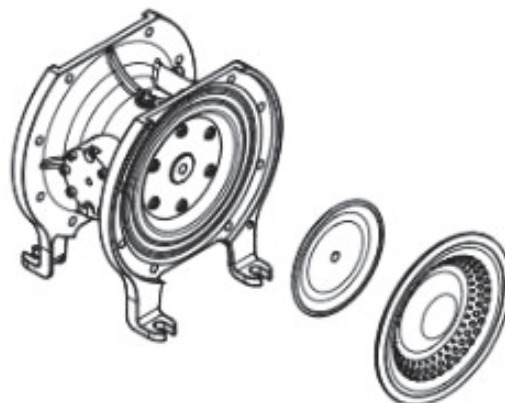

Fig. 5: Desmontaje de la membrana con DDS
- Desenroscar manualmente la membrana noppedE4®. (Fig. 5)